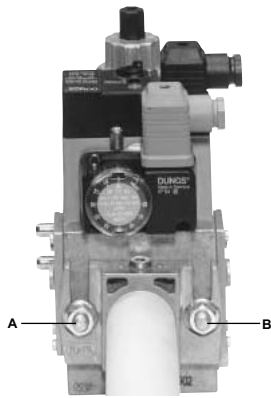
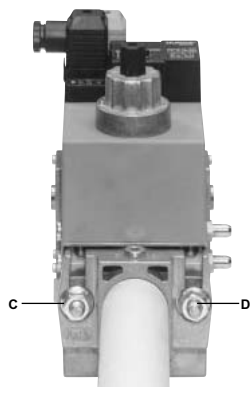

Fig. 23
Fig. 24
3. apretar los tornillos A, B, C y D (Fig. 23 - Fig. 24), respetando las posiciones de montaje (Fig. 26);
1. Aflojar los tornillos A y B, no destornillarlos (Fig. 23 e Fig. 24).
2. Desatornillar los tornillos C y D (Fig. 23 e Fig. 24).